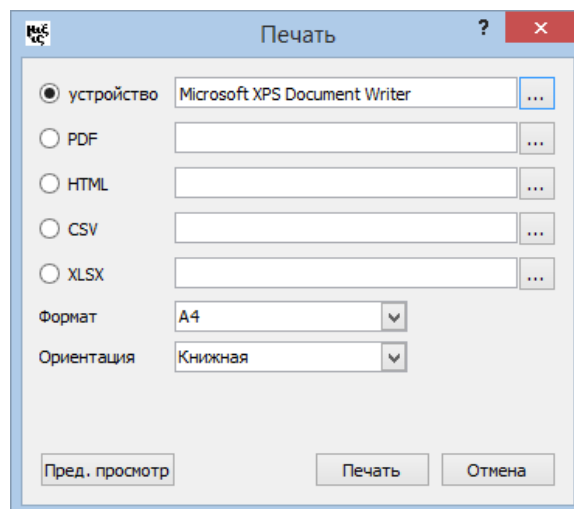

Рис.12 – Диалог печати/экспорта
5.1. При работе с программой данные, отображаемые в дереве оборудования или истории изменений, могут быть оформлены в виде отчетной формы и выведены на печать или сохранены в файл обменного формата. Для вызова функции печати следует в соответствующем окне нажать правой кнопкой мыши и в выпадающем меню выбрать пункт «Печать». На экране отобразится диалог печати, представленный на рис.12.